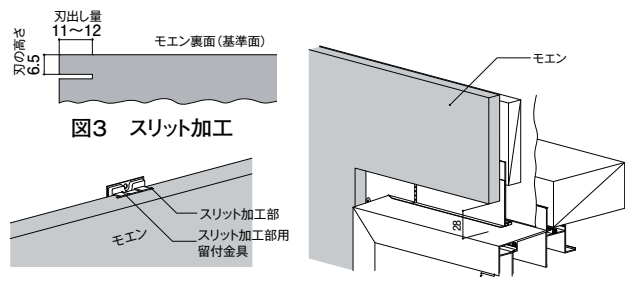

図3 スリット加工
- ▶ 上記工具で500mm以下の間隔でスリット加工する。(図3参照)